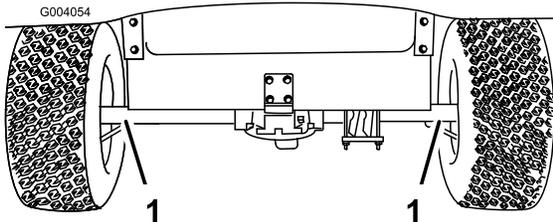
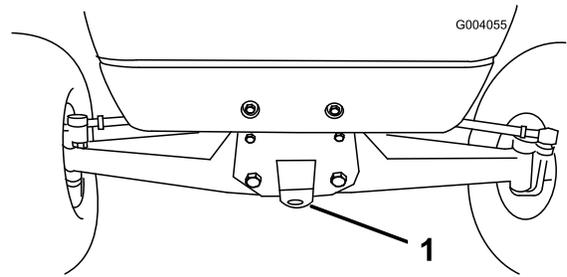

Figure 30
Figure 31
Utilisez une remorque pour transporter le véhicule sur de longues distances. Le véhicule doit être solidement arrimé sur la remorque. L'emplacement des points d'attache est indiqué à la Figure 30 et Figure 31.
1. Accrochez un câble de remorquage à la flèche d'attelage à l'avant du châssis (Figure 31).